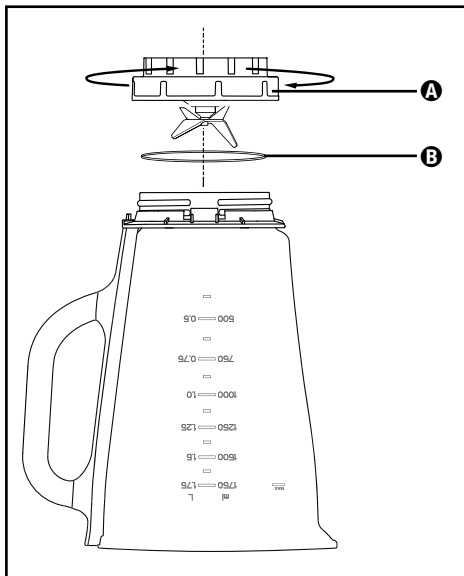

Fig. 3
- 2) Coloque o aparelho de cabeça para baixo e rode a peça **A** no sentido contrário ao dos ponteiros do relógio, de modo a que esta possa soltar-se do copo misturador **3** (ver fig. 3).